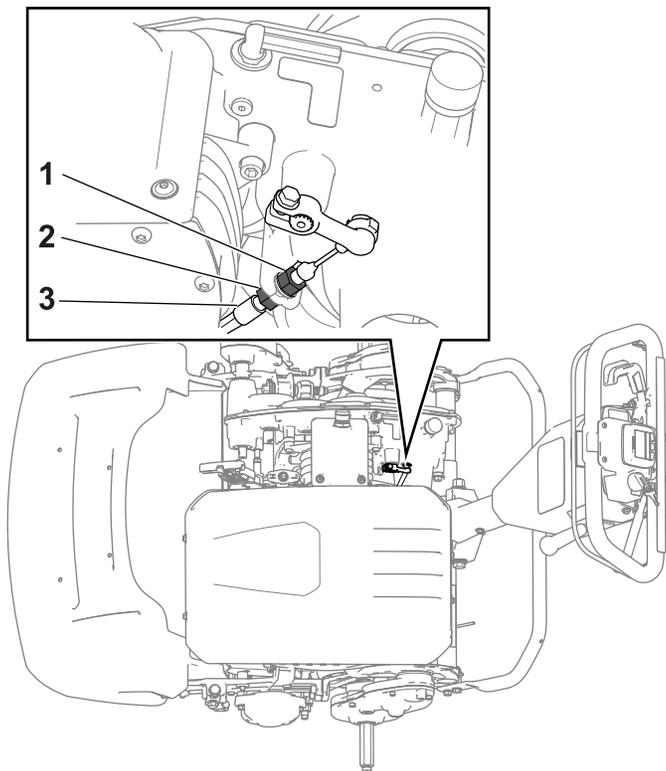

図 35
- ケーブルの張りを強くするには、ケーブルの前ジャムナットをゆるめて後ジャムナットを締める図 35。必要に応じて上記ステップ2を繰り返して再調整する。
- ケーブルの張りをゆるくするには、ケーブルの後ジャムナットをゆるめて前ジャムナットを締める図 35。必要に応じて上記ステップ2を繰り返して再調整する。